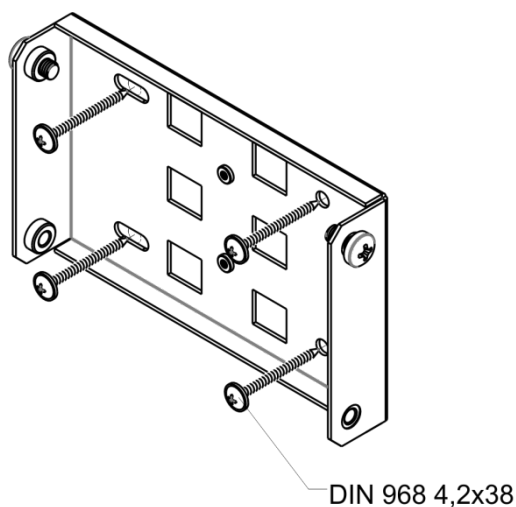

Рисунок 8 – Крепление кронштейна на стене
- в) В верхние отверстия установите винты DIN7985 М6. Винты не нужно закручивать до конца, оставьте зазор минимум 3 мм, рисунок 8.